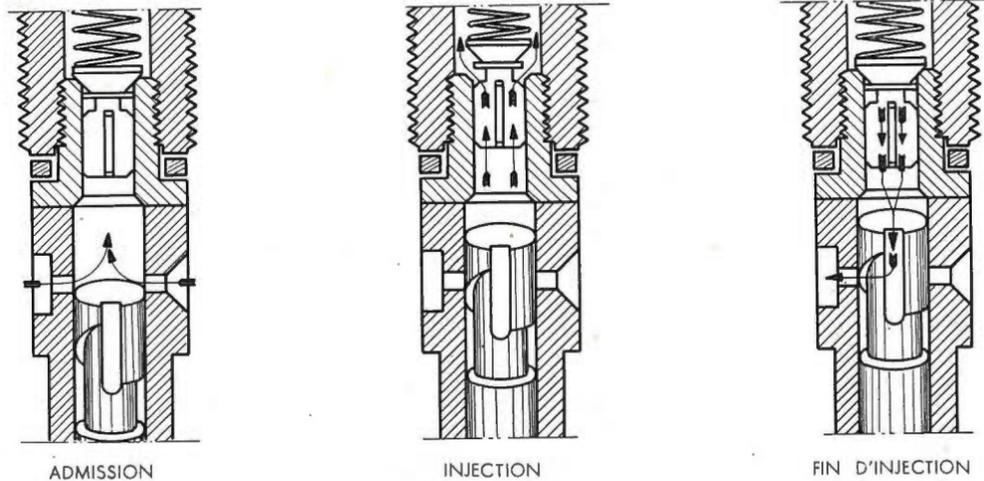

FIG. 37
par la canalisation (26) et remplit complètement la chambre d'aspiration. Le piston de pompe (8) est actionné par l'arbre à cames (29) par l'intermédiaire d'un poussoir à galet (33). Le galet (32) est maintenu appuyé sur la came au moyen d'un ressort (14). Lorsque le piston est au PMB, le carburant contenu dans la chambre d'aspiration pénètre dans le cylindre par deux petits orifices percés latéralement dans la chemise (7). Quand le piston remonte, il obture les deux orifices et le gas-oil est refoulé dans l'injecteur qui le pulvérise dans le cylindre du moteur (voir fig. 37).